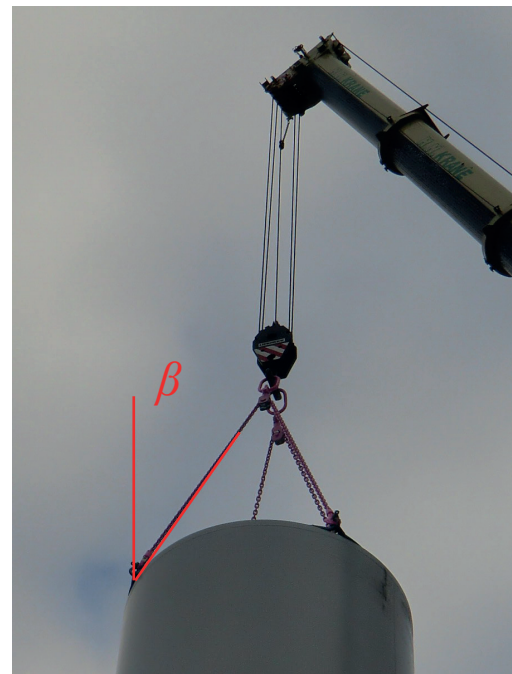

Abb. 6: Maximaler Belastungswinkel β (= 45°)
- Beachten Sie, dass der maximale Belastungswinkel β 45° nicht überschritten werden darf (Abb. 6).